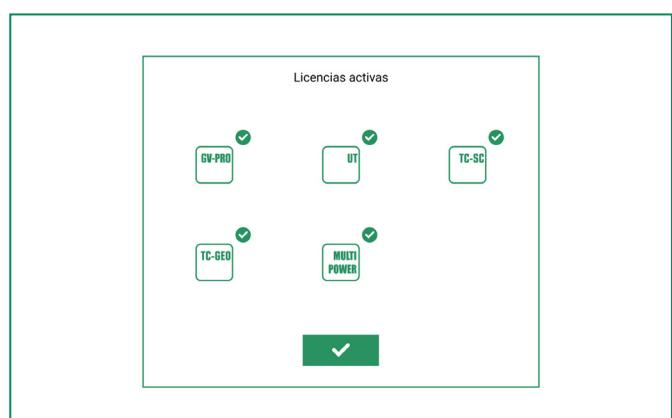

Figura 150. Servicios web ISOBUS, licencias activas
4. Una vez seleccionadas, se procederá a la activación, y se mostrarán las licencias activas (Figura 150).